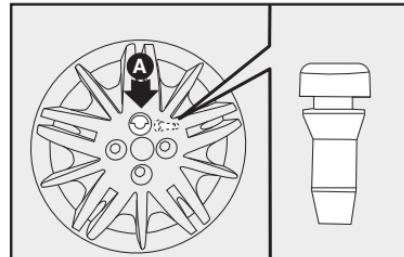

fig. 10
- Colocar a calota cuidando para que o símbolo  na parte interna, fique em correspondência com a válvula, e dessa maneira o furo maior da calota **A**-fig. 10 passe pelo parafuso já fixado.